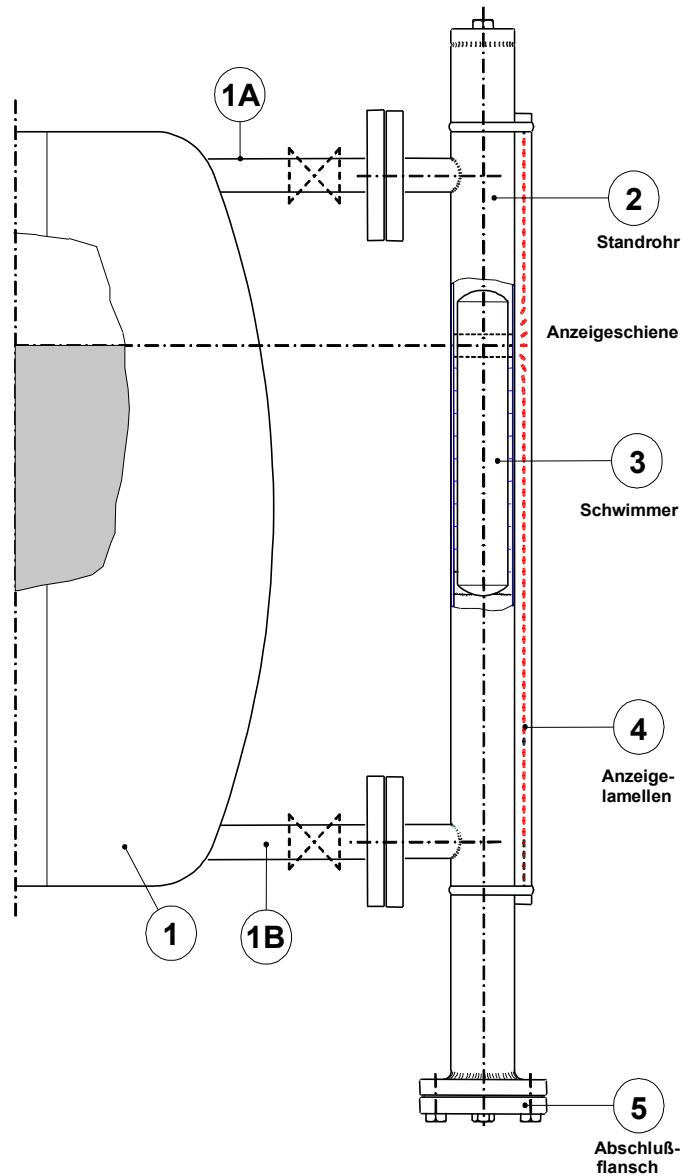

Abbildung 1: MKL-3 (Bsp.)
Der Schwimmer (3) (s. Abb. 1) ist im gleichen Karton verpackt. Entfernen Sie den unteren Abschlussflansch (5) des Standrohres (2) und führen Sie den Schwimmer so ein, dass die markierte Seite nach oben zeigt.
Unteres Ventil 1B (siehe Abb. 1 / Flüssigkeitsseite) öffnen.
Oberes Ventil 1A (siehe Abb. 1 / Luft- bzw. Dampfventil) langsam öffnen, damit der Schwimmer keinen heftigen Druckstößen ausgesetzt wird.